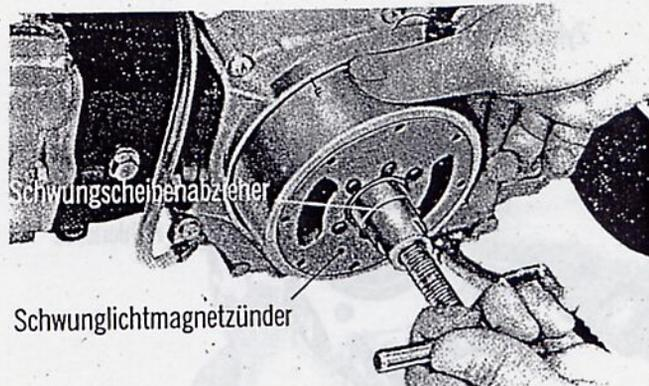

Abbildung 13
4. Schwingscheibe mit Hilfe der Schwingscheiben-Abdrückschraube (Werkzeug Nr. 07011-09801) ausbauen und dann den Stator komplett herausnehmen. (Abbildung 13)